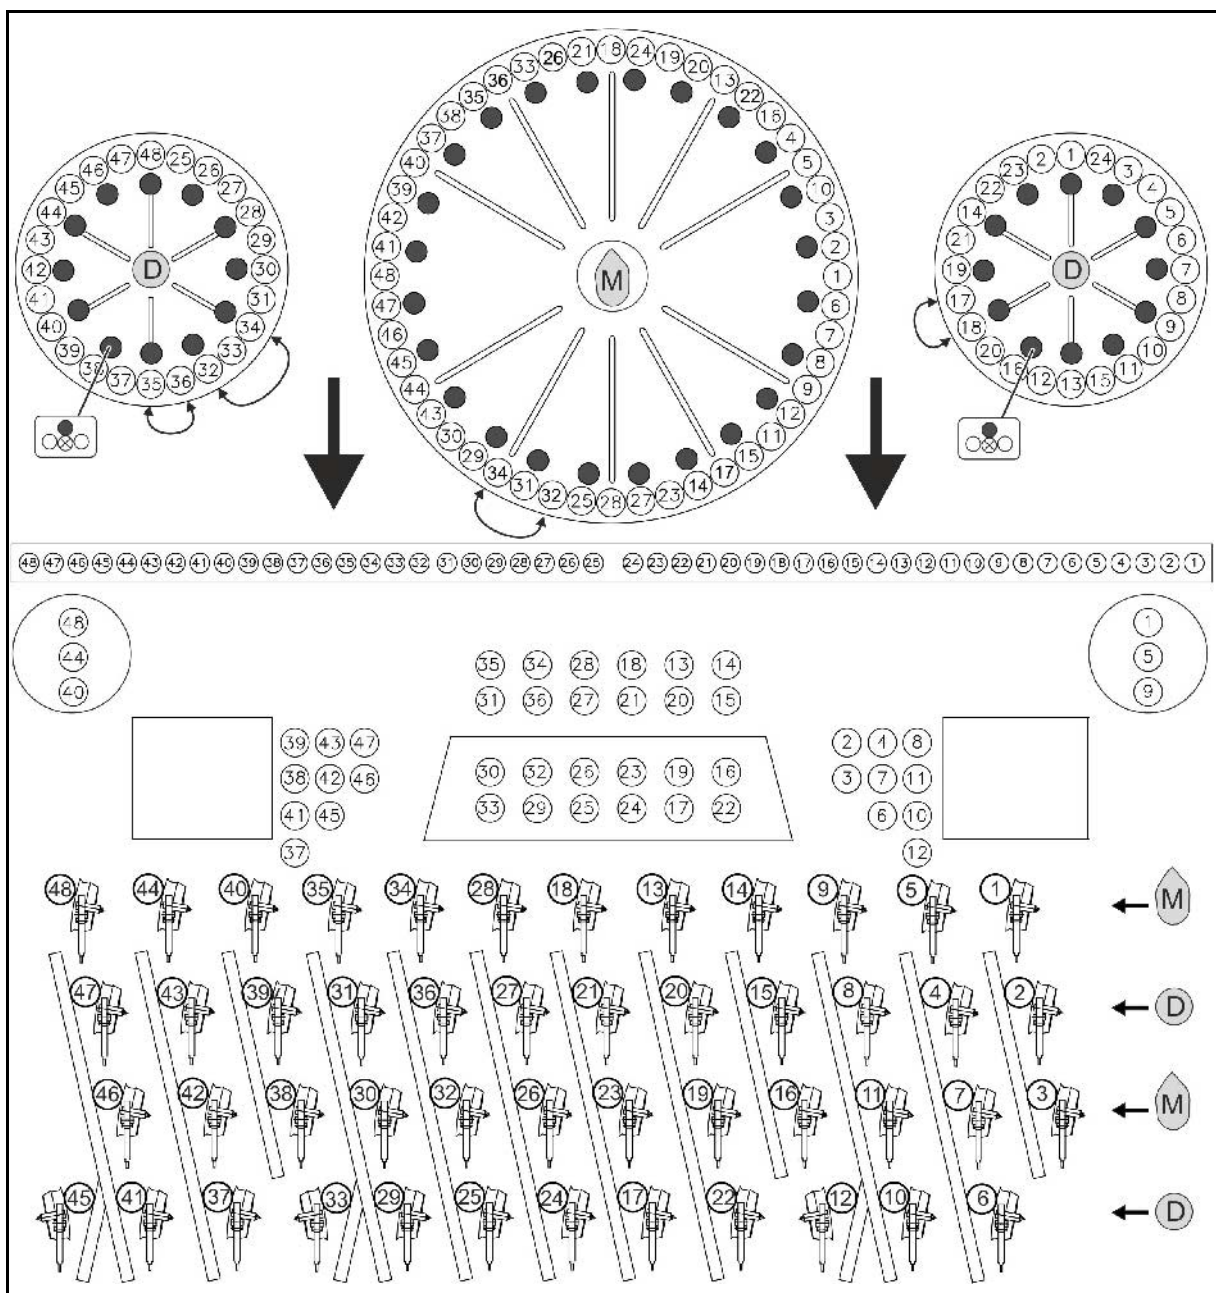

Fig. 32
- Mais **M**: Verschlussstopfen entsprechend Fig. 32 montieren.
- Dünger **D**: Verschlussstopfen entsprechend Fig. 32 montieren.